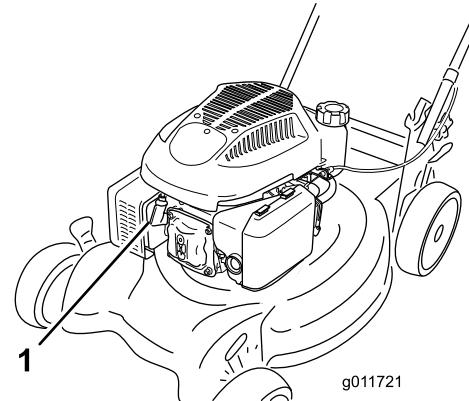

Рисунок 19
- Отсоедините провод от свечи зажигания (Рисунок 19), прежде чем выполнять любые процедуры технического обслуживания.